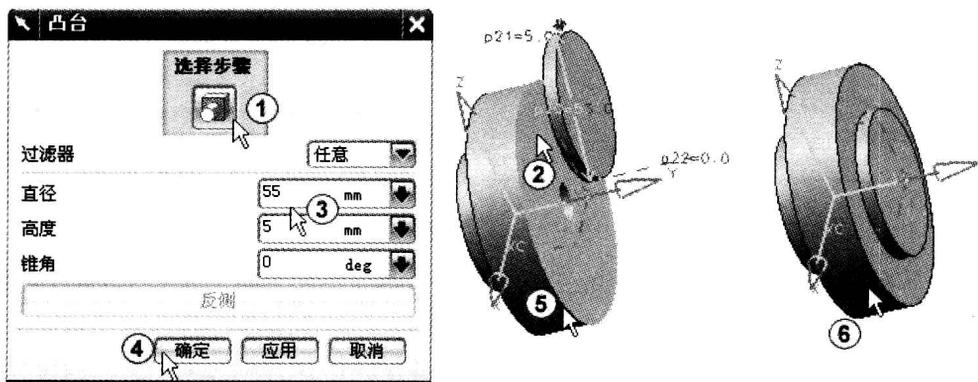

图 1-12 创建凸台 2
(3) 建立凸台 2。按〈F7〉键或者在屏幕空白处单击鼠标右键，从弹出的快捷菜单中选择“ 旋转”，旋转绘图区中的模型到适当位置后再次按〈F7〉键退出旋转状态。在“凸台”对话框的“选择步骤”栏中选择“放置面”，如图 1-12 中①所示。移动鼠标选择如图 1-12 中②所示的面作为凸台放置面。输入“直径”为 55，“高度”为 5，“锥角”为 0，如图 1-12 中③所示。单击“确定”图标按钮，系统弹出定位对话框，单击“点到点”图标按钮，选择如图 1-12 中⑤所示的圆弧边线。系统弹出“设置圆弧的位置”对话框，选择“圆弧中心”，结果如图 1-12 中⑥所示。